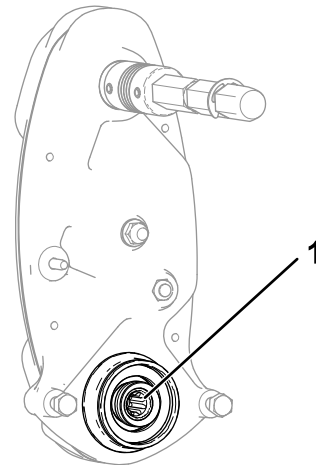

Bild 14
3. Überprüfen Sie die Innenseite der Spindel-Antriebswelle überschüssiges Fett (**Bild 14**).